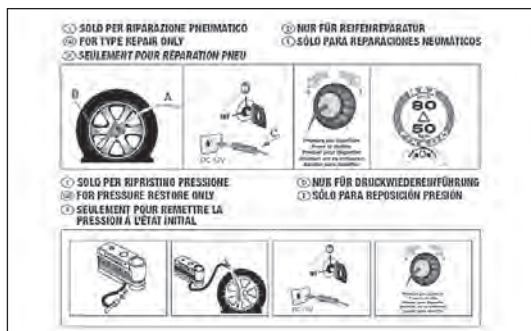

fig. 171
- dépliant explicatif (voir fig. 171) de l'utilisation correcte du kit de réparation rapide qui sera ensuite remis au personnel qui devra manier le pneu réparé;
- un compresseur D-fig. 171 avec manomètre et raccords ;